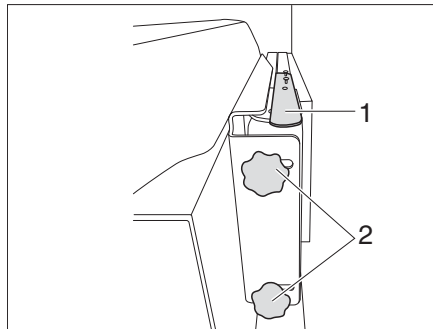

Bild 123 Fäste med ledad arm (variant 1)
- Tryck spaken (Bild 123,1) nedåt för att lossa den platta bildskärmen ur spärren. Släpp spaken.
- Lossa två 2 räfflade skruvar (Bild 123,2) och sväng den platta bildskärmen till önskat läge. Dra fast räfflade skruvar (Bild 123,2) igen.